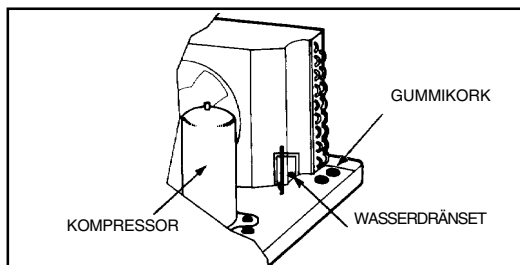

Abbildung 14 - Position des Gummikorks in der Unterschale
Der Dränset ist auf der Abbildung 14 ersichtlich.
- b. Entfernen Sie den Gummibolzen (den höheren) von dem Dränbeschlag in der Chassisunterseite. Siehe Abbildung 14.